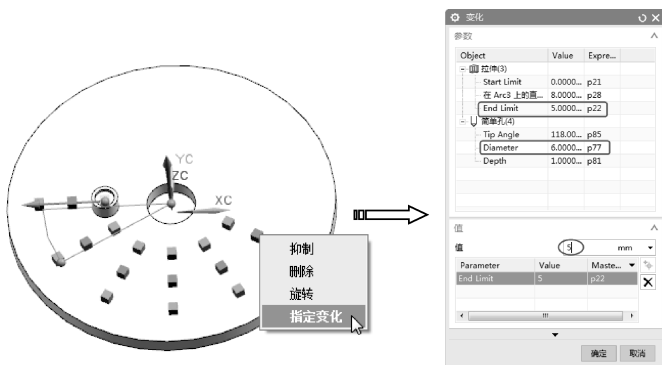

图 4-42 编辑实例点的参数
- 10 执行右键菜单中【指定变化】命令，弹出【变化】对话框，在对话框中将【拉伸】特征的高度值由5改为10，【孔】特征的直径由6改为2，如图4-42所示。